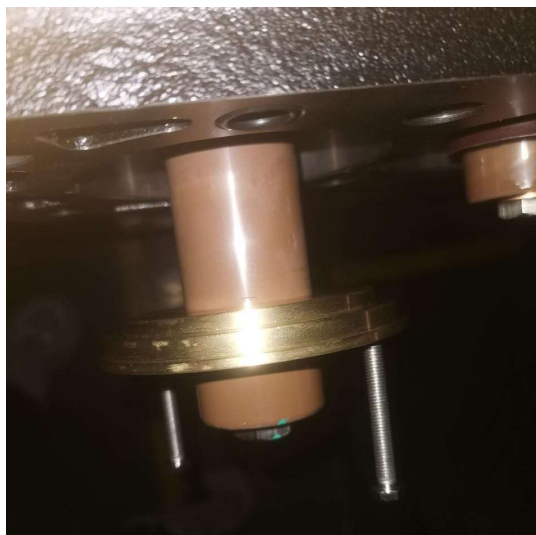

Рис. 7. Извлечение задней направляющей втулки двумя болтами М5
5. С помощью двух болтов М5 заднюю направляющую втулку (рис. 7).